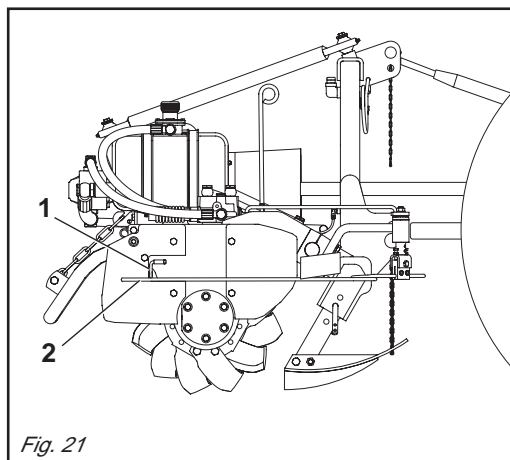

Fig. 21
Lo spostamento in automatico viene dato da un tastatore (2 Fig. 21) che comanda il distributore idraulico.
*Automatic movement is achieved by a feeler (2 Fig. 21) which controls the hydraulic distributor.*
Die Maschine ist mit einem hydraulischer Kreislauf zum automatischen (oder manuellen) Verschieben des Geräts in Querrichtung ausgestattet, und zwar während der Arbeit, in der Nähe von Pflanzen, wenn irgendein Hindernis im Wege steht (Abb. 20). Die automatische Verschiebung wird durch einen Taster (2 Abb. 21) ausgelöst, die den Hydraulischer Verteiler ansteuert. Die Verschiebung von Hand erfolgt vom Fahrersitz aus, indem man an einer Schnur zieht, die an der Schalthebel (5 Abb. 1) befestigt wird, die den hydraulischen Verteiler ansteuert.
*Le déport automatique est permis par le palpeur (2 Fig. 21) qui commande le distributeur hydraulique.*
El desplazamiento en automático se obtiene con el palpador (2 Fig. 21) que comanda el distribuidor hidráulico.
Durante il trasporto e quando la macchina lavora in modo fisso (cioè non spostabile), il tastatore deve essere forzatamente fissato all'apposito gancio (1 Fig. 21).
*The feeler must be necessarily fixed to the relative hook (1 Fig. 21) during transport and when the machine operates in fixed mode (i.e. when it cannot be shifted sideways).*
Während des Transportes und wenn die Maschine in fester (d.h. nicht verschiebbarer) Weise arbeitet, muß der Taster mit einem Haken befestigt werden (1 Abb. 21).
*Pendant le déplacement ou lorsque la machine travaille à poste fixe (elle ne se déplace pas), le palpeur doit être forcément fixé au crochet prévu à cet effet (1 Fig. 21).*
Durante el transporte y cuando la máquina trabaja en modo fijo (no desplazable) el palpador debe estar siempre fijado en el relativo gancho (1 Fig. 21).